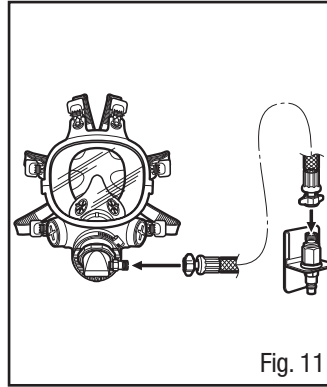

Fig. 11
2. Acople a Traquéia 3M™ W-3188 ao adaptador (Fig. 11).
3. Acople a Traquéia 3M™ W-3188 à válvula reguladora de ar (Fig. 11).